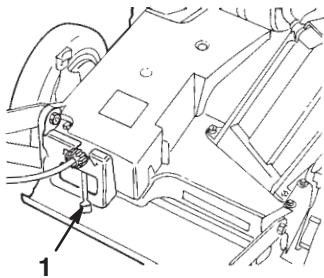

Bild 12
4. Stellen Sie den Fahrgeschwindigkeitshebel auf (Neutral) (Bild 12).
Der Rasenmäher hat drei Fahrgeschwindigkeiten. **1** ist langsam, **2** ist Mittel und **3** ist schnell. Der Fahrgeschwindigkeitshebel befindet sich hinten an der Riemenabdeckung (Bild 12).